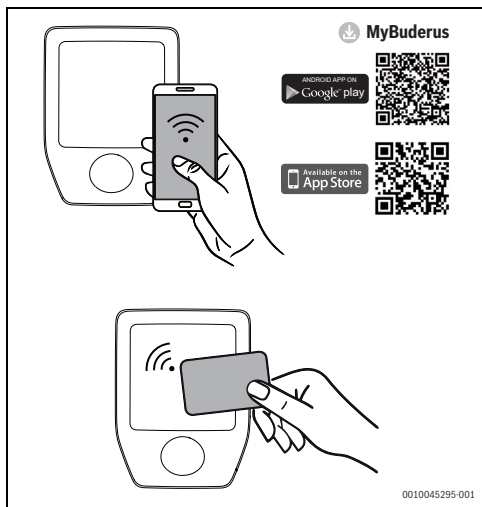

Fig. 96 Authentification avec la carte RFID
- ▶ Déverrouiller le Logavolt à l'aide de la carte RFID, de l'application ou du cran d'arrêt externe. Cette étape est facultative (→ Fig. 96 et 95, page 89).